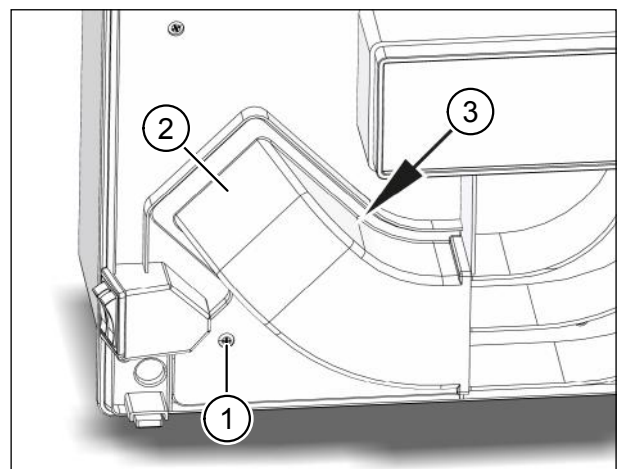

Abb. 24: Zulufthaube abnehmen
- ▶ Lösen Sie mit dem Schraubendreher die Schraube (Pos. 1 in Abb. 24) an der Zulufthaube (Pos. 2 in Abb. 24).
- ▶ Fassen Sie die Zulufthaube an den gekrümmten Wandungen und drücken Sie gegen den Druckpunkt (Pos. 3 in Abb. 24). Damit entriegeln Sie die Rastverbindung und Sie können die Zulufthaube abnehmen.